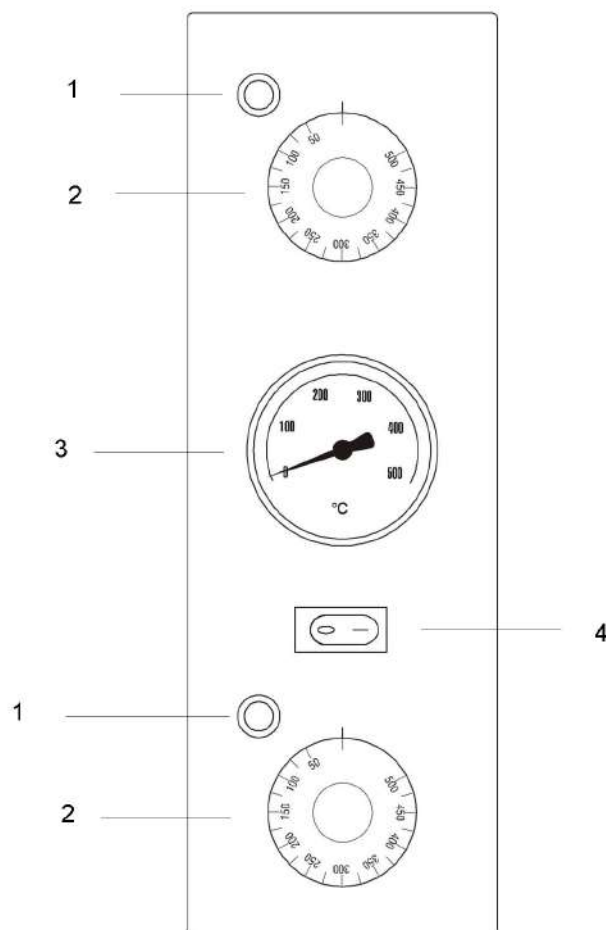

Рис. 7 (панель управления)
Панель управления располагается на передней панели печи. Вид панели управления варьируется в зависимости от модели, см. **рис. 7**.
Список элементов, представленных на рис. 7
- 3) включите нагревательные элементы, установите термостаты на температуру **150 °C** при помощи переключателя (**рис. 7 — № 2**) (загорится зеленый световой индикатор, что будет свидетельствовать о том, что нагревательные элементы работают);
- 5) Отключите нагревательные элементы, переведите переключатель термостатов (**рис. 7 — № 2**) в **положение «0»**;
- 7) Закройте дверцу и повторите действия **третьего шага**, установите термостаты на температуру **400 °C** (**рис. 7 — № 2**) при помощи переключателя;
- 9) Отключите нагревательные элементы, переведите переключатель термостатов (**рис. 7 — № 2**) в **положение «0»**;
- 3) Установите необходимую температуру нагревательных элементов на термостатах (**рис. 7 — № 2**) при помощи переключателя (загорятся соответствующие световые индикаторы, что будет означать, что нагревательные элементы работают);
- 4) Когда печь разогреется до установленной температуры (**см. девятый шаг настоящего раздела**), что можно отследить при помощи термометра (**рис. 7 — № 4**), в нее можно поместить пиццу;
- 6) Чтобы включить подсветку в пекарной камере, нажмите на кнопку включения/выключения подсветки (**рис. 7 — № 5**);
- 1) Выключите печь, переведите переключатели термостатов (рис. 7 — № 2) и нагревательного элемента (рис. 7 — № 3) в положение «0»;